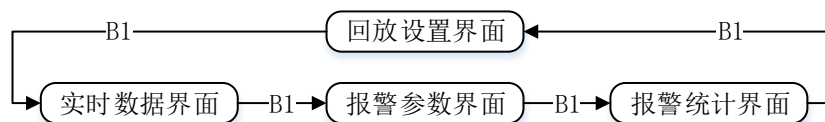

图 7 LCD 界面切换模式
- 1) B1: 定义为“界面”按键，按下 B1 按键可以往复切换实时数据、报警参数、报警统计和回放设置四个界面，切换模式如图 7 所示。